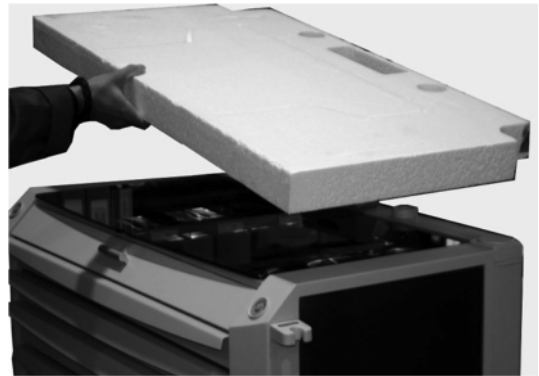

Fig. 40
2. Retirar la protección **T11** (Fig. 40).